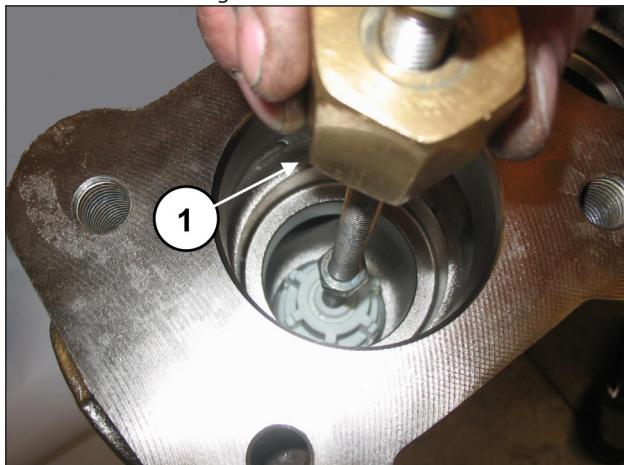

Abb. 112
Entfernen Sie die Saugventilgruppe mithilfe eines Abziehers mit Schlagwerk (Art. 27516400) an der Bohrung M10 der Ventilführung (Pos. ①, Abb. 112) oder, zusätzlich, eines eventuellen Adapters M10-M16 (Art. 25089700) am Gewinde M16 der Ventilführung.